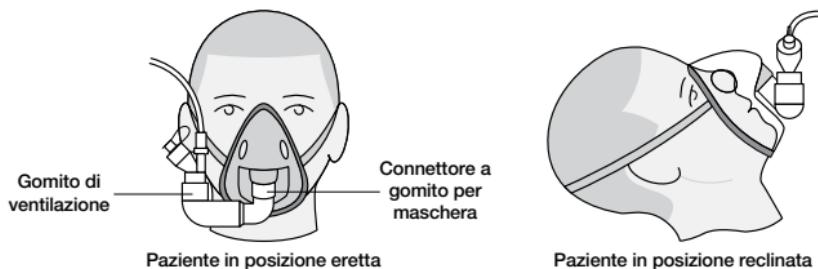

Figura 9. Collegamento alla maschera
2. Ruotare il gomito di ventilazione per adattarlo alla posizione del paziente (figura 9).